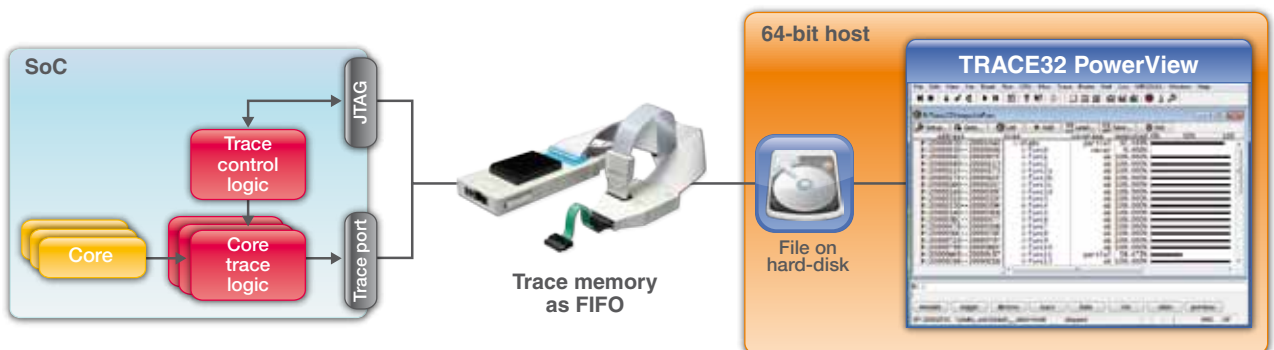

図8: コードカバレッジ解析の場合、最大1テラバイトのトレースデータをホストコンピュータにストリーミング可能
1. 実装されているコアには、コアトレースロジックが搭載されている必要があります(図8を参照)。このロジックは、コアにより実行される命令についての情報を生成します。トレースロジックの動作に応じて、タスクスイッチおよびリード/ライト操作も出現します。